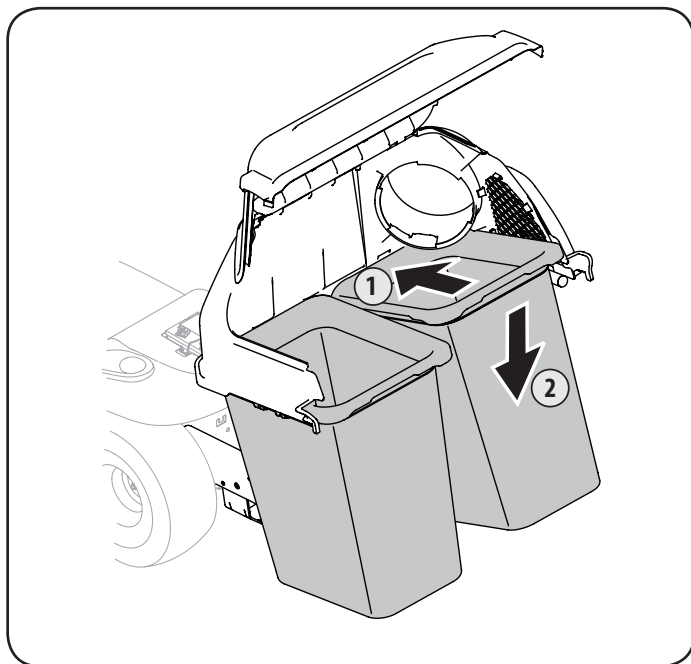

Figura 18
7. Instale ambos conjuntos de bolsas recolectoras de césped con los lados de engrane apretados hacia adelante, a las ménsulas de soporte de las bolsas insertando el borde delantero primero, como se muestra en la Figura 18, y manteniendo el borde trasero hacia abajo hasta que encaje en el conjunto.